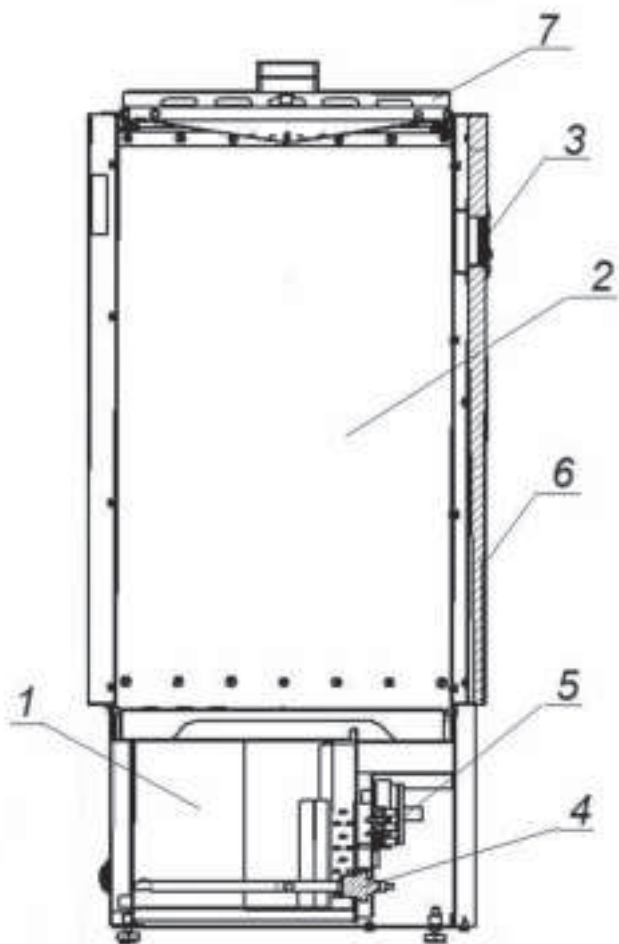

Рис. 2. Внешний вид запарника в разрезе
- Бак для кипячения воды (поз. 1, рис. 2).
- Контейнер для веников (поз. 2, рис. 2).
В нижней части Изделия расположен бак из нержавеющей стали (поз. 1, рис. 2) с установленным в нем ТЭНом (поз. 4, рис. 2). Над баком находится контейнер для веников (поз. 2, рис. 2), изготовленный из нержавеющей стали и обшитый деревянными рейками (поз. 6, рис. 2). Бак для воды и контейнер для веников разделены перфорированной решёткой. Контейнер для веников закрывается крышкой (поз. 7, рис. 2).
1.4.4. На лицевой стороне Изделия расположена панель управления с индикатором и кнопками (поз. 3, рис. 2). Индикатор показывает в процентном отображении от 220 В величину напряжения подаваемого на ТЭН установленный в водяном баке парогенератора и служащий для нагрева воды. Кнопки под индикатором позволяют регулировать уровень мощности водяного
ТЭНа от 0% до 100%. Блок управления нагревом воды (поз. 5, рис. 2) и клеммы для электрического подключения расположены за передней, декоративной панелью основания.